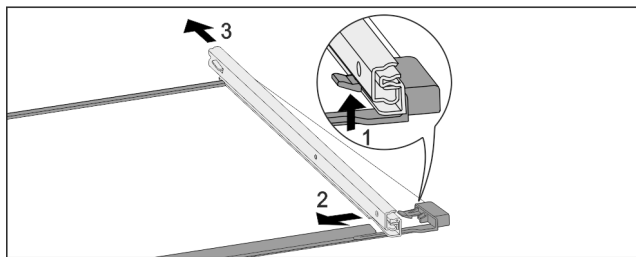

Fig. 233 带轨道的玻璃隔板
- ▶ 向上按前端的锁定钩。 Fig. 233 (1)
- ▶ 将牵伸轨推向一侧 Fig. 233 (2)，然后向后 Fig. 233 (3) 推。